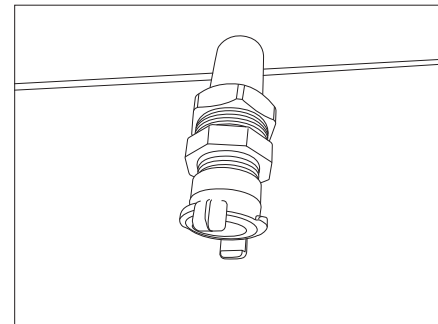

Bild 176 Abwasseranschluss (Kunststoffverrohrung)
- Abwasser am Abwasseranschluss (Kunststoffverrohrung, Bild 176) anschließen.